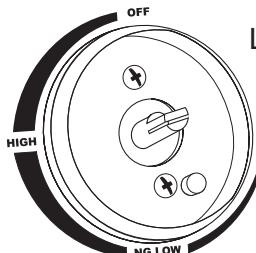
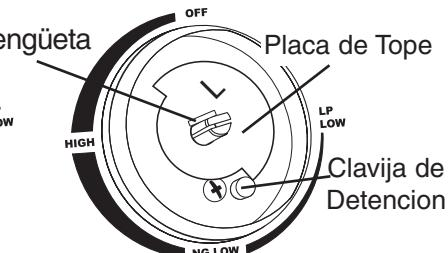

Figura 1
Figura 2
La Figura 1 muestra el vástago y bisel de la válvula sin la perilla de control. Tome cinco placas grandes de tope de la tarjeta de componentes y colóquelas sobre los vástagos del quemador principal y lateral como se ilustra (Figura 2). Tome la placa de tope pequeña de la tarjeta de componentes y colóquela sobre el vástago de la válvula del quemador en el rostizador (Figura 3). Verifique la lengüeta y la letra marcada de las placas de tope estén hacia fuera. Al terminar, vuelva a colocar las perillas de control en su lugar.
**ADVERTENCIA:** Recomendamos y solicitamos que usted no quite el panel de control para tener acceso a las extremidades de la válvula. Si usted elige quitar el panel de control, usted debe substituir los biseles del panel de control exactamente según lo ilustrado en el Figura 2. La falta de substituir los biseles como ilustrado podría conducir a los daños corporales y/o a los daños materiales.